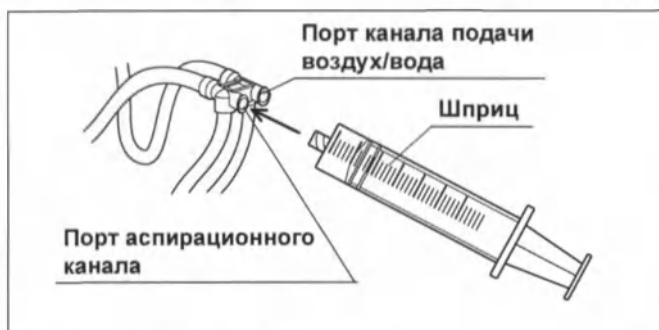

Рисунок 6.30
- 2 Присоедините шприц к порту аспирационного канала инъекционной трубки. (См. рис. 6.30)
- 1 Присоедините шприц к порту аспирационного канала инъекционной трубки. (См. рис. 6.30)